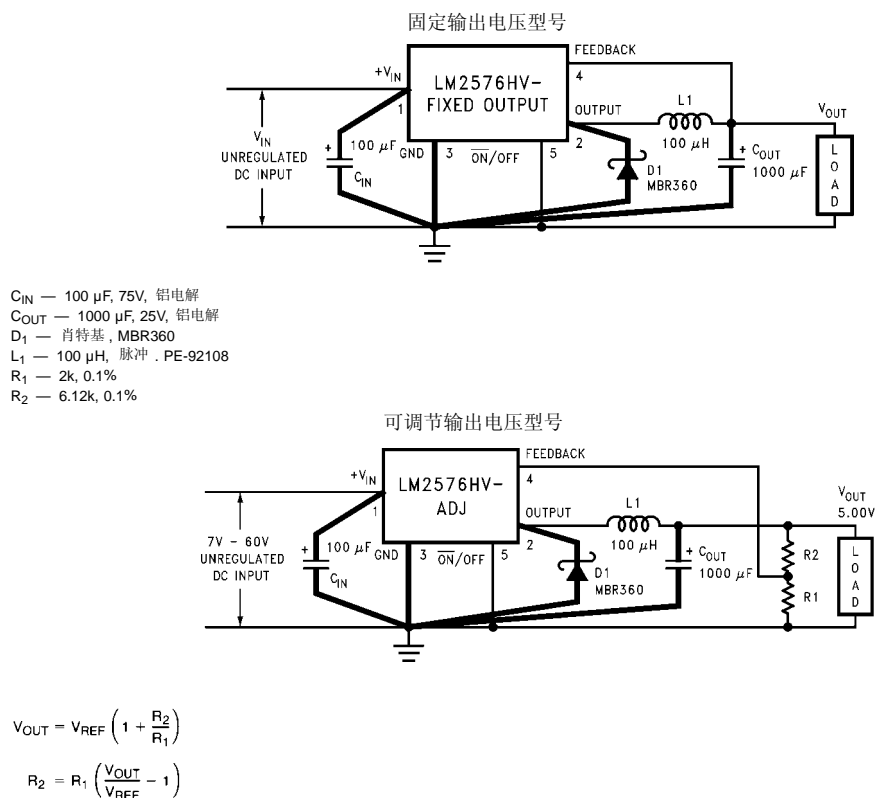

图 2
| 系统参数 (注 3) 测试电路 图 2 |                  |   |                          |                            |                     |
| V OUT    | 输出电压             | V IN = 25V, I 负载 = 0.5A电路图 2            | 12                       | 11.7612.24             | VV(最小)V(最大) |
| V OUT    | 输出电压LM2576   | 15V ≤ V IN ≤ 40V, 0.5A ≤ I 负载 ≤ 3A电路图 2 | 12                       | 11.52/11.4012.48/12.60 | VV(最小)V(最大) |
| V OUT    | 输出电压LM2576HV | 15V ≤ V IN ≤ 60V, 0.5A ≤ I 负载 ≤ 3A电路图 2 | 12                       | 11.52/11.4012.54/12.66 | VV(最小)V(最大) |
| V OUT    | 输出电压             | V IN = 25V, I 负载 = 0.5A电路图 2            | 15                       | 14.7015.30             | VV(最小)V(最大) |
| V OUT    | 输出电压LM2576   | 18V ≤ V IN ≤ 40V, 0.5A ≤ I 负载 ≤ 3A电路图 2 | 15                       | 14.40/14.2515.60/15.75 | VV(最小)V(最大) |
| V OUT    | 输出电压LM2576HV | 18V ≤ V IN ≤ 60V, 0.5A ≤ I 负载 ≤ 3A电路图 2 | 15                       | 14.40/14.2515.68/15.83 | VV(最小)V(最大) |
| 系统参数 (注 3) 测试电路 图 2 |                  |   |                            |                            |                     |
| V OUT    | 反馈电压             | V IN = 12V, I 负载 = 0.5AV OUT = 5V电路图 2           | 1.230                      | 1.2171.243             | VV(最小)V(最大) |
| V OUT    | 反馈电压LM2576   | 8V ≤ V IN ≤ 40V, 0.5A ≤ I 负载 ≤ 3AV OUT = 5V电路图 2 | 1.230                      | 1.193/1.1801.267/1.280 | VV(最小)V(最大) |
| V OUT    | 反馈电压LM2576HV | 8V ≤ V IN ≤ 60V, 0.5A ≤ I 负载 ≤ 3AV OUT = 5V电路图 2 | 1.230                      | 1.193/1.1801.273/1.286 | VV(最小)V(最大) |
| 通 / 断控制 测试电路 图 2   |                    |   |                          |                                  |                           |
- 注 3: 外部元件如箝位二极管、电感、输入输出电容会影响开关稳压器系统性能。当LM2576/ LM2576HV 应用于如图2的测试电路, 系统性能将如电气特性中的系统参数部分所示。
## 典型性能特性曲线 (电路图2)